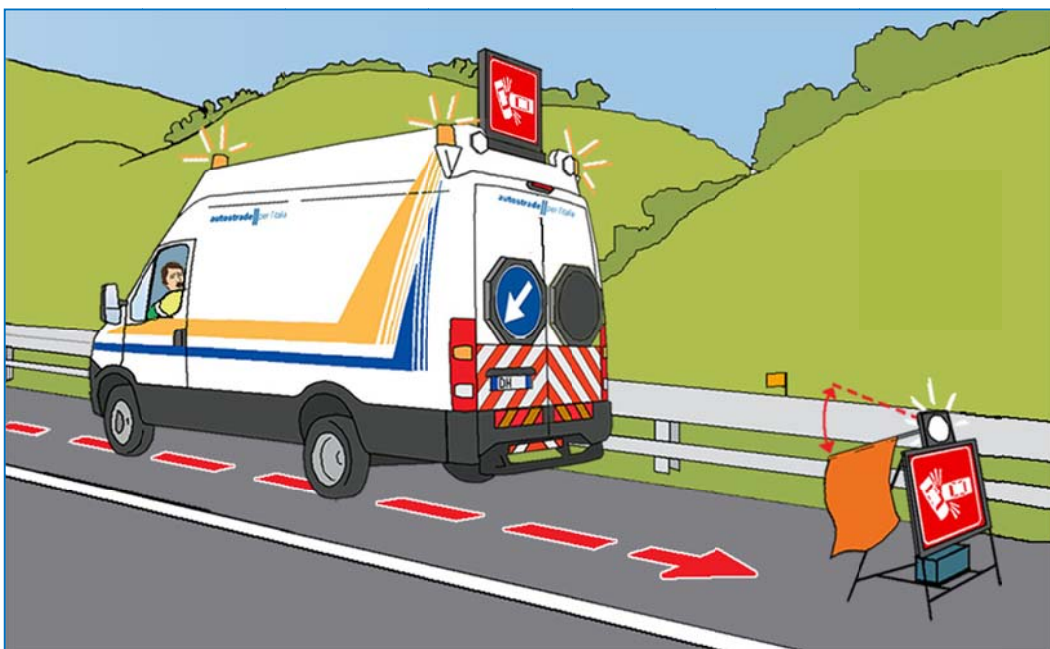

Fig. 13
- ove la linea o la Sala Radio, anche sulla base delle informazioni fornite dall'operatore, richiedano prioritariamente l'intervento di segnalamento al traffico sopraggiungente, tornare a bordo del mezzo e percorrere in retromarcia la corsia di emergenza fino alla posizione dello sbandieratore meccanico (fig.13)